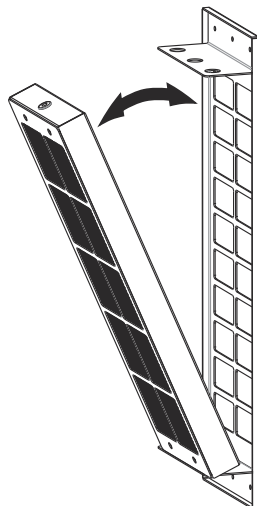

Fig. 5
3. ➡ Ta bort kolfiltret från ramen (Fig. 5).